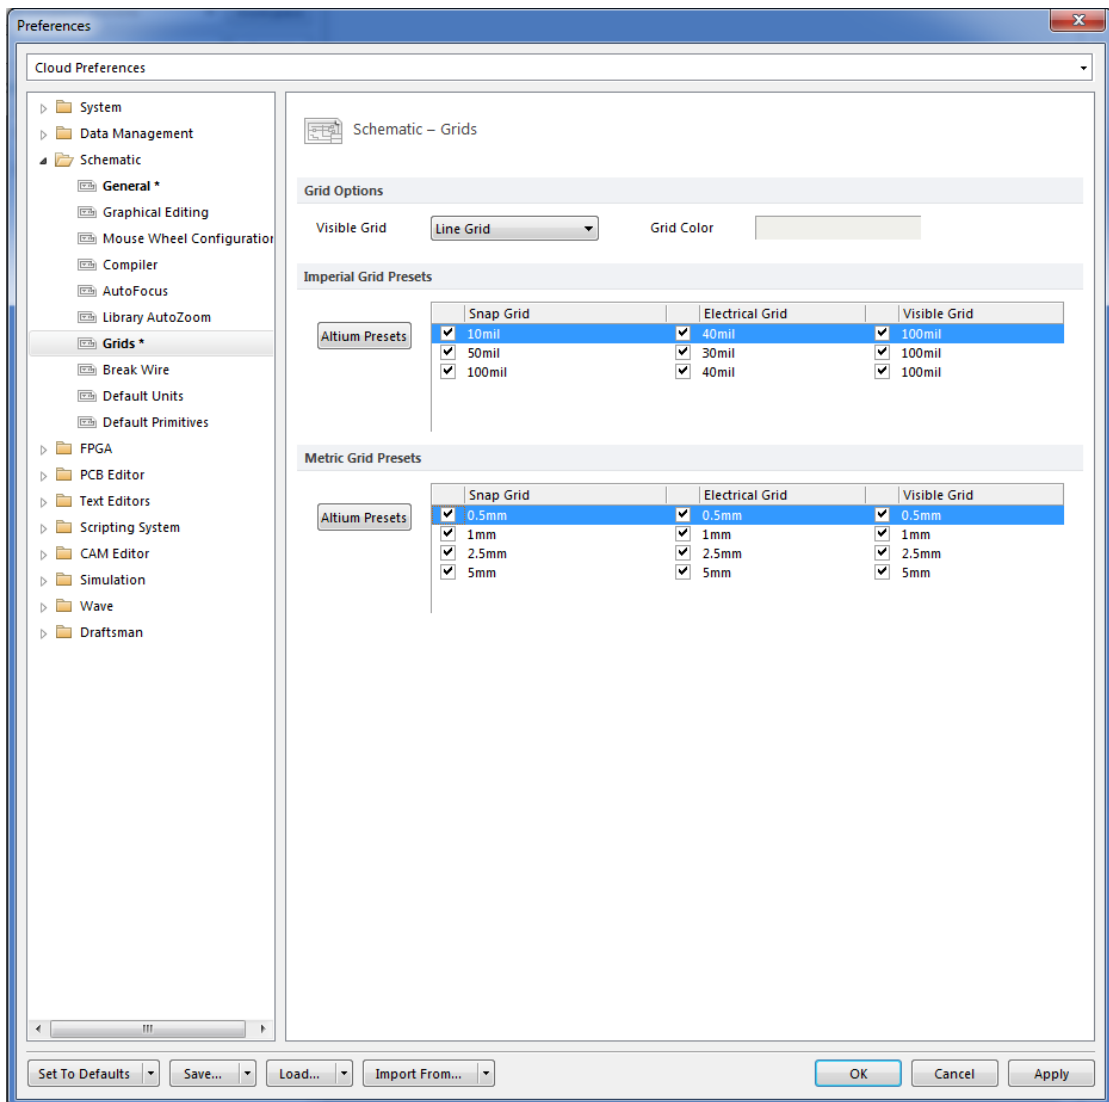

Рис. 1.6
Потім у тому ж вікні відкрийте налаштування сітки (**Schematic-Grids**) (Рис. 1.6). В графі **Grid Options** можна обрати тип відображення сітки (лініями або точками) та її колір. В **Imperial Grid Presets** знаходяться сітки у Британській системі вимірювання, а в **Metric Grid Presets** в метричній. **Snap Grid** відповідає за розмір сітки за яким буде виконуватися прив'язка елемента при розміщуванні. **Electrical Grid** відповідає за розмір сітки за яким буде виконуватися прив'язка з'єднань. **Visible Grid** - розмір видимої сітки. Для того щоб додати розміри сітки в таблицю потрібно натиснути у відповідному полі правою кнопкою миші, а потім **Add Grid Setting**. Також можна змінювати значення вже встановлених розмірів двічі натиснувши на них лівою кнопкою миші.
3) Задайте кроки сітки як показано на Рис. 1.6.